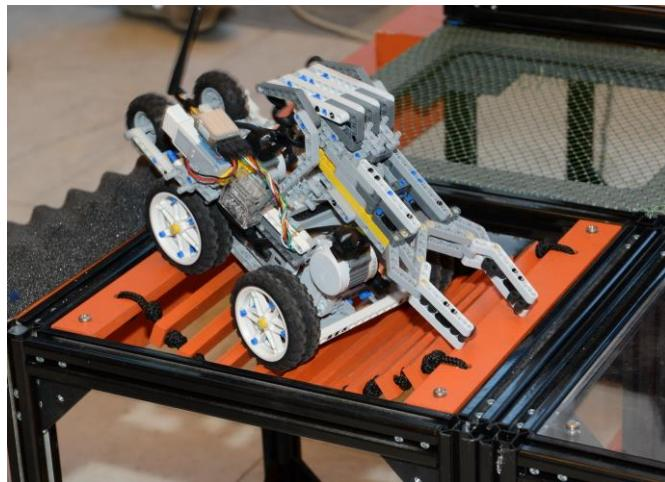

Рисунок 11 - «Подвесной мост»
- 1.5.11. **Подвесной мост** – участок, расположенный на втором этаже, представляет собой подвесной веревочный мост, состоящий из деревянных ребер, набранных на нейлоновый шнур. (рисунок 11). Мост немного провисает.